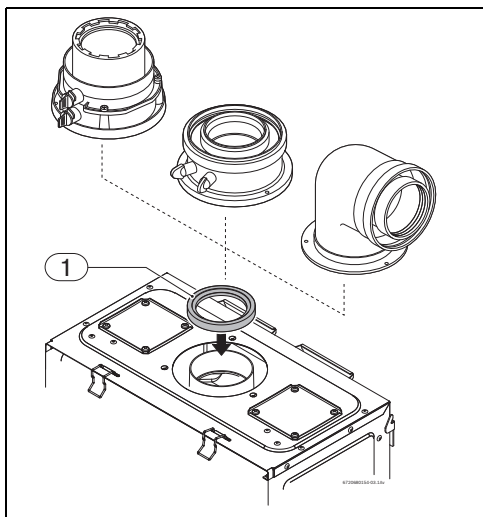

Fig. 31 Acessório concêntrico + vedante
- Colocar o vedante entre o aparelho e o acessório, ver Fig. 31, pos. 2.
- Apertar os 3 parafusos do acessório de exaustão, ver Fig. 31, pos. 2.